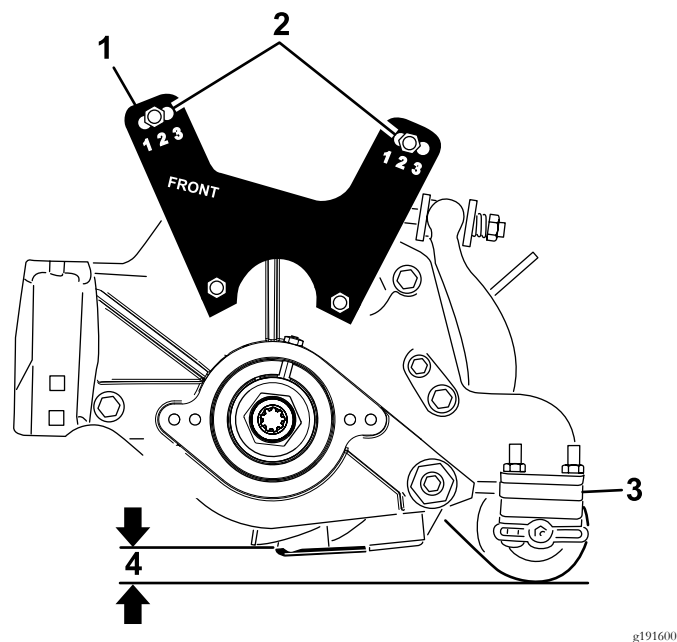

Bild 21
- Senken Sie die Schneideinheit auf den Boden ab und messen den Abstand zwischen dem Boden und der Oberkante des Untermessers, wie in Bild 21 abgebildet.